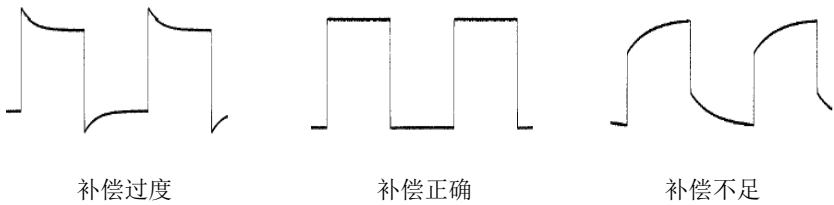

图 1-10 探头补偿
- 2. 检查所显示的波形形状并与图 1-10 所得波形进行对比。
3. 使用附件中提供的探头补偿调节棒调整探头上的低频补偿调节孔，直到显示的波形如上图 1-10 所示的“补偿正确”。